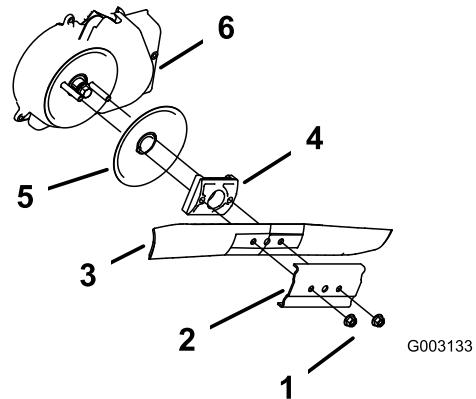

Bild 50
3. Entfernen Sie die beiden Messermuttern und die Verstärkung (Bild 50).
4. Nehmen Sie das Messer heraus (Bild 50).
5. Nehmen Sie den Messermitnehmer und die Scheibe heraus (Bild 50).
6. Entfernen Sie die Abdeckung der Feststellbremse (Bild 50).
10. Bauen Sie das zuvor ausgebauten Messer und die Verstärkung wieder ein (Bild 50).